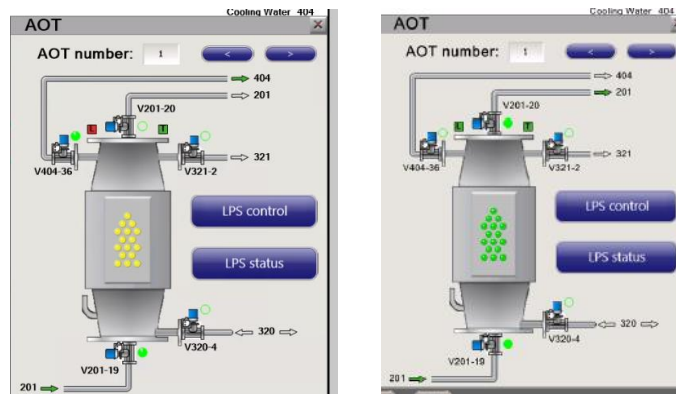

Figura 72- AOT
9. En fer-ho veurem que s'encendrà el senyal de *ballast pump request* i començarà a parpellejar, de la mateixa manera si fem clic sobre el reactor AOT, veurem que les 16 bombetes UV s'encenen primer de color groc i després de color verd indicant si estan funcionant correctament tots els sistemes (Figura 72).